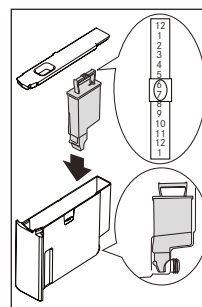

Fig. 37
- Scorrere il cursore del datario (vedi Fig. 37) affinché siano visualizzati i mesi di utilizzo (il filtro ha durata pari a due mesi).
- Inserire il filtro nel serbatoio acqua e premerlo finché tocchi il fondo del serbatoio stesso (vedi Fig. 37).